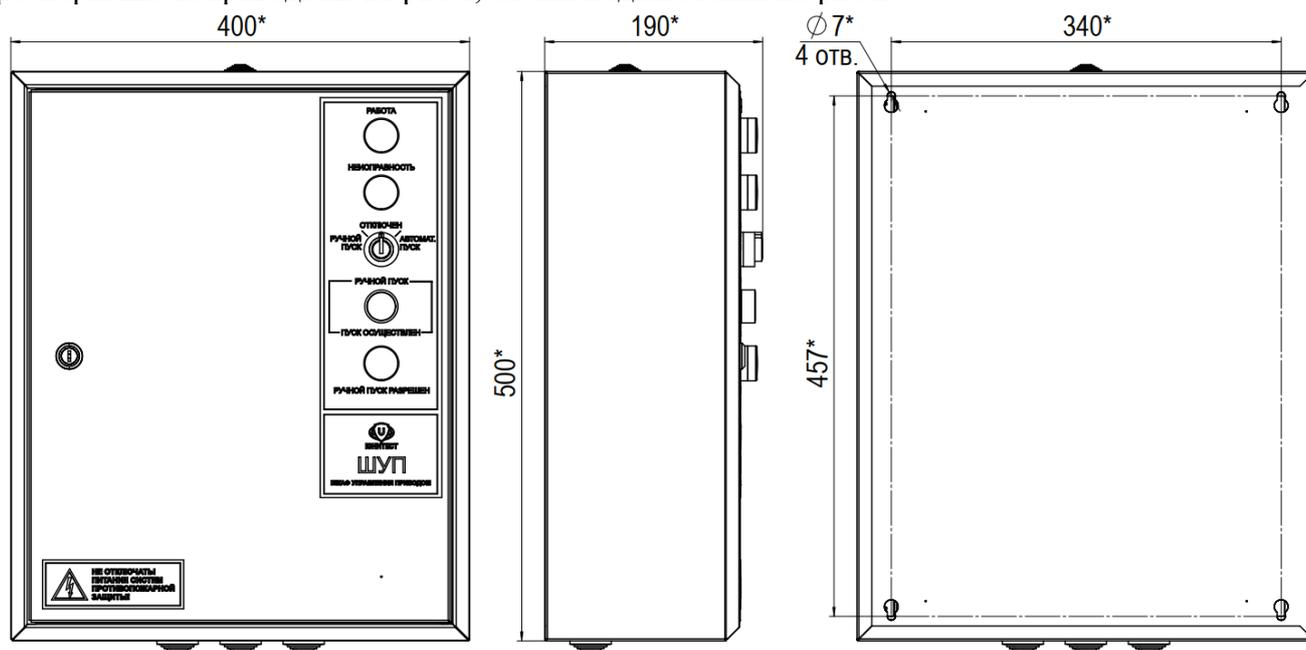

Рис.1. Габаритные и установочные размеры ШУП.
2.1.3. ШУП крепится на вертикальную несущую поверхность. Габаритные и установочные размеры ШУП приведены на рис.1, схемы подключения на рис.2-5.